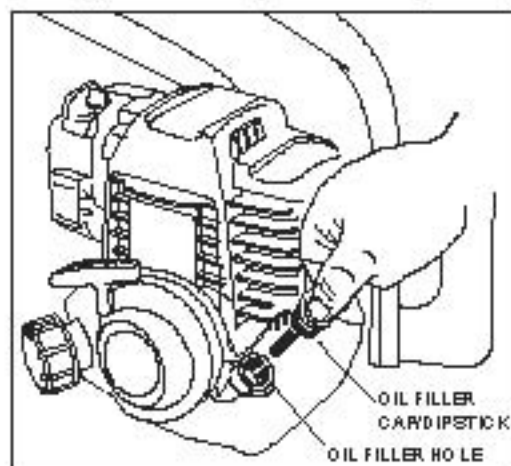

Figure 3
3. Ressortez la jauge et contrôlez le niveau d'huile (Voir Figure 3).